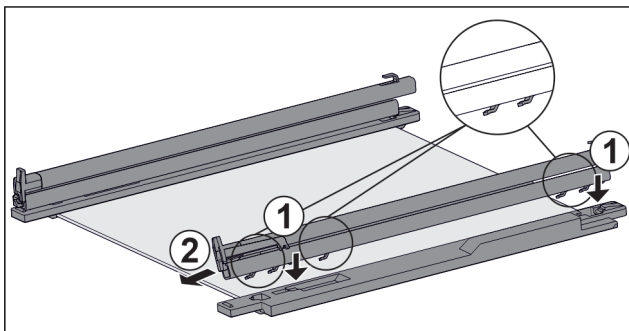

Fig. 125 Staklena ploča s vodilicama i pridržnim dijelovima
- ▶ Stavite kuke vodilice na otvore **lijevog** pridržnog dijela. Fig. 125 (1)
- ▶ Skinite vodilicu prema naprijed. Fig. 125 (2)
- ▶ Stavite kuke vodilice na otvore **desnog** pridržnog dijela. Fig. 125 (1)